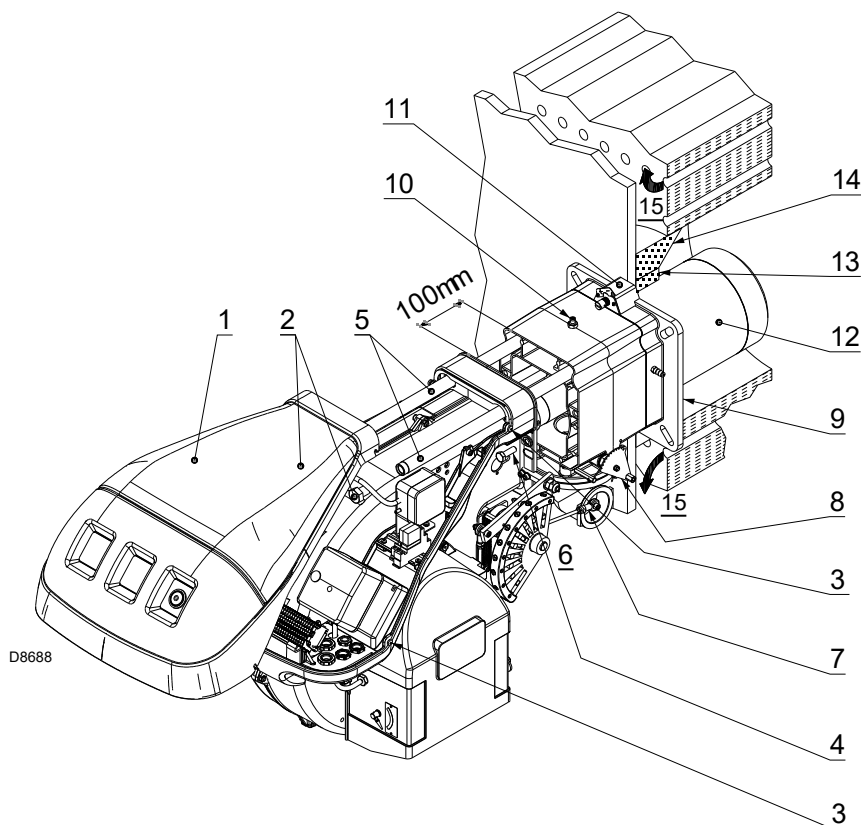

Fig. 12
La longueur de la buse 12)(Fig. 12) doit être choisie en fonction des indications du constructeur de la chaudière et, dans tous les cas, elle doit être supérieure à l'épaisseur de la porte de la chaudière munie de réfractaire.
Pour les chaudières avec circulation des fumées sur l'avant 15)(Fig. 12), ou avec chambre à inversion de flamme, réaliser une protection en matériau réfractaire 13), entre le réfractaire de la chaudière 14) et l'embout 12).
Séparer, ensuite, la tête de combustion du reste du brûleur, comme illustré sur la Fig. 12.
Une fois cette éventuelle opération effectuée, fixer la bride 11)(Fig. 12) à la plaque de la chaudière en intercalant l'écran isolant 9)(Fig. 12) fourni.
- remonter le brûleur sur les glissières 3) à environ 100 mm du manchon 4) - brûleur en position illustrée sur la Fig. 12 à la page 16;